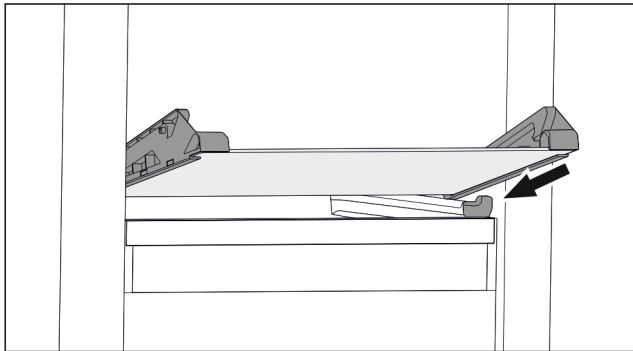

Fig. 93 Kallistettavan vetolaatikon lasihylly
- ▶ Aseta lasihylly vinosti rajoittimien taakse. (katso Fig. 93)